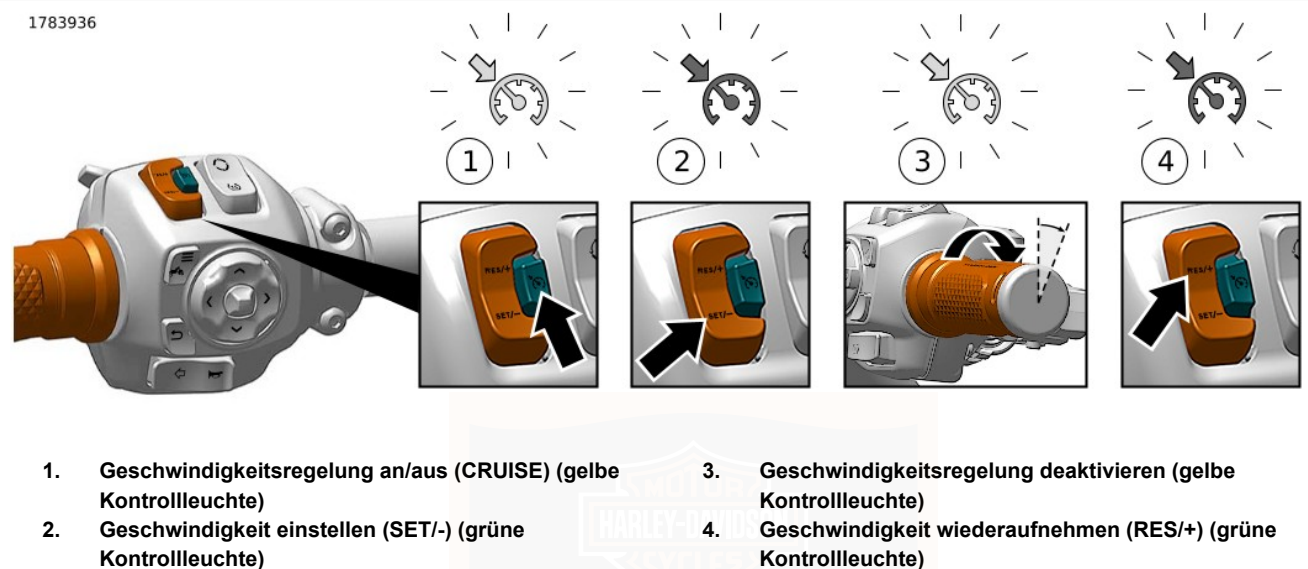

Abbildung 53. Geschwindigkeitsregelung (typisch)
Siehe Abbildung 53. Den Geschwindigkeitsregelungsschalter drücken, um die Geschwindigkeitsregelung (1) einzuschalten. Im eingeschalteten Zustand leuchtet das Symbol für die Geschwindigkeitsregelung in der Tachometer-Oberfläche gelb.
Siehe Abbildung 53. Wenn das Motorrad die gewünschte Geschwindigkeit erreicht hat, den Schalter „SET/-“ drücken, um die Reisegeschwindigkeit (2) einzustellen. Die Farbe des Geschwindigkeitsregelungssymbols wechselt von Gelb auf Grün und die eingestellte Geschwindigkeit wird angezeigt.
Siehe Abbildung 53. Um die Reisegeschwindigkeit zu verlassen, den Gasgriff über den Abrollschalter (3) in die geschlossene Stellung drehen.
Siehe Abbildung 53. Wenn die Geschwindigkeitsregelung deaktiviert wurde, die Geschwindigkeitsregelungs-Kontrollleuchte jedoch orange leuchtet, wird durch Drücken des Schalters „RES/+“, die Geschwindigkeitsregelung (4) wiederaufgenommen. Das Symbol leuchtet grün. Das Motorrad nimmt automatisch die zuvor eingestellte Reisegeschwindigkeit wieder auf.